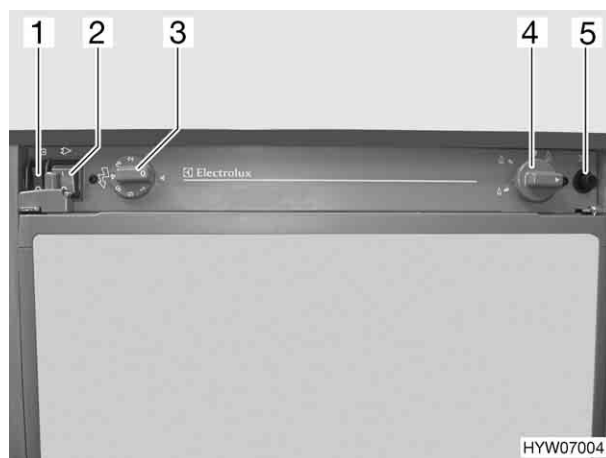

Fig. 92 Elementi di comando del frigorifero
- Posizionare l'interruttore 230 V "  " (Fig. 92,2) su "0".
- Posizionare l'interruttore 12 V "  " (Fig. 92,1) su "0".
- Spostare il pomello girevole (Fig. 92,4) sulla posizione di fiamma alta "  ", premerlo e mantenerlo premuto. Aspettare fino a che il gas non fluisce verso il bruciatore.
- Premere il pulsante di accensione (Fig. 92,5) due volte con forza a brevi intervalli.
- Posizionare l'interruttore 12 V  (Fig. 92,1) su "0".
- Posizionare l'interruttore 230 V  (Fig. 92,2) su "I".
- Impostare con il termostato del pomello girevole  (Fig. 92,3) la temperatura di refrigerazione desiderata fra "1" e "7".